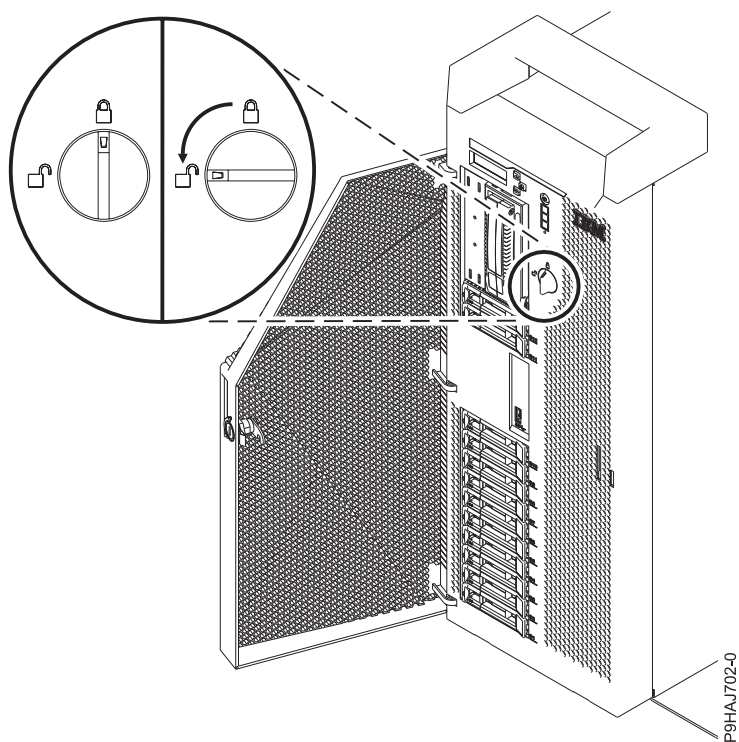

Figure 10. Ouverture du loquet de couvercle avant
3. Tournez le loquet du couvercle vers la gauche (dans le sens contraire des aiguilles d'une montre) afin de déverrouiller le loquet, comme illustré dans la figure 10, à la page 28. Vertical correspond à la position verrouillée ; horizontal correspond à la position déverrouillée.